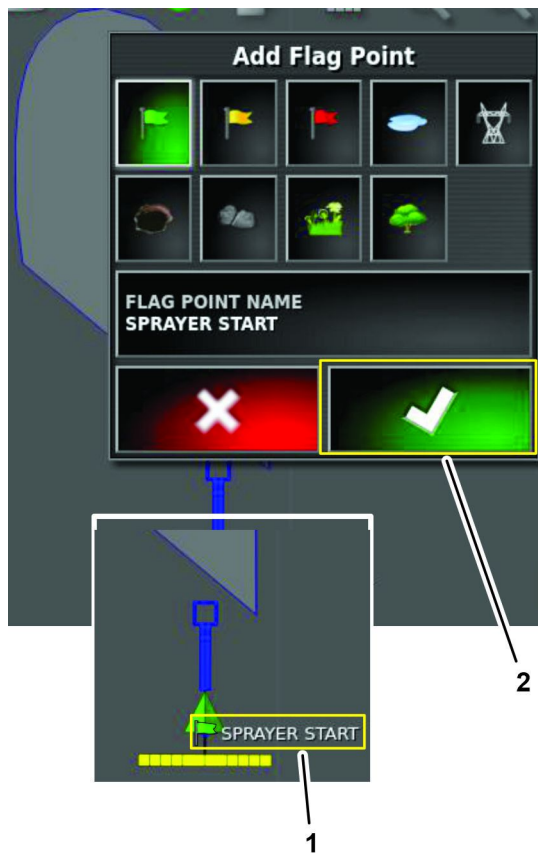

Figura 82
6. En el cuadro de diálogo Añadir punto de bandera, pulse el icono Confirmar (Figura 82).